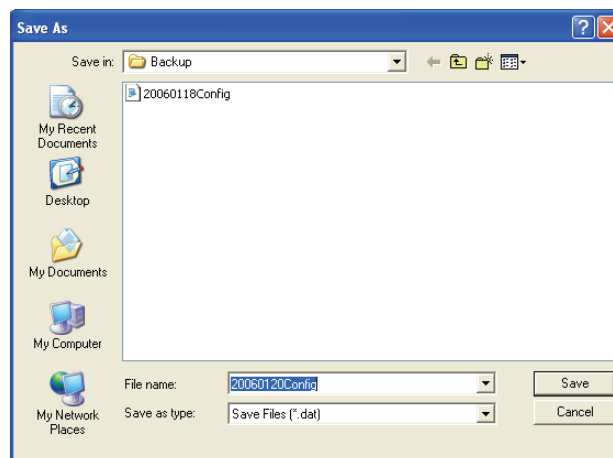

figura 8.19: Janela "Save schedule as"
- Se clicar em Yes, irá visualizar uma janela Save As normal (consulte a figura 8.19). Seleccione o local para onde pretende gravar o ficheiro de configuração e clique em Save.